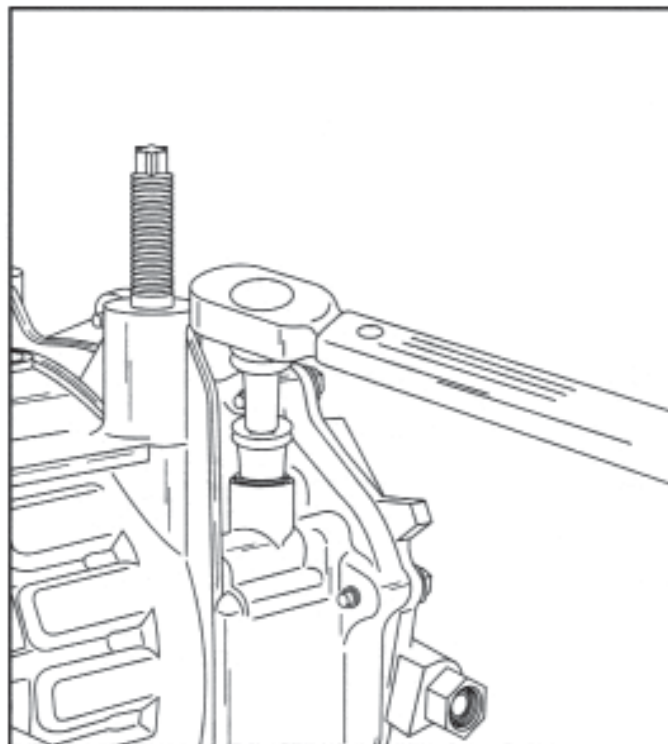

Figura 183
63. Instale o parafuso de fixação da cinta selecionada e aperte com torque de 45 N-m (33 ft.lb.), conforme ilustrado na Figura 183.